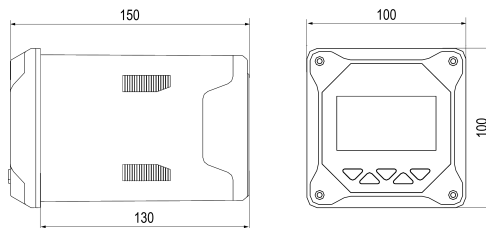

Рисунок 2 – Габаритные размеры
- Подготовить в щите управления монтажный вырез с учетом габаритных размеров (см. *рисунок 2*).